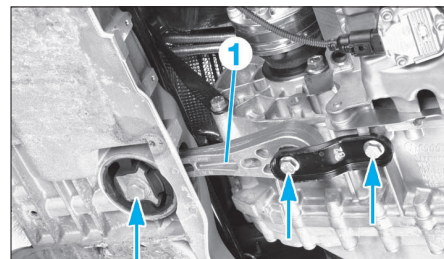

FIG. 64
- Déposer les vis (flèches) puis la bielle de reprise de couple (1) (Fig.64).